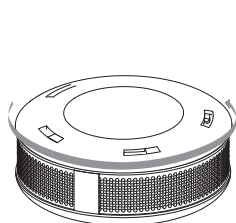

Fig. 1
1. Draai de deksel tegen de klok in (Fig. 1).